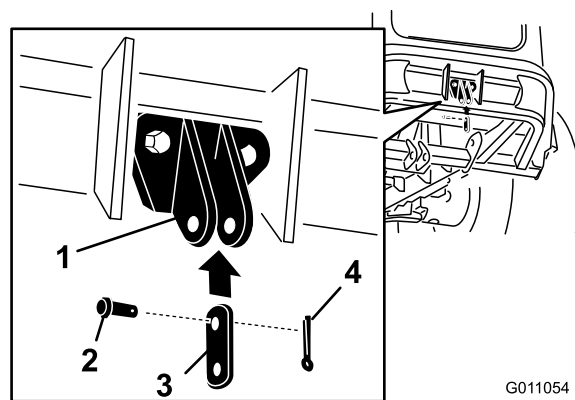

Figura 8
1. Installate l'attacco alla staffa di fissaggio attacco con un cavallotto piccolo e una coppiglia piccola (Figura 8).